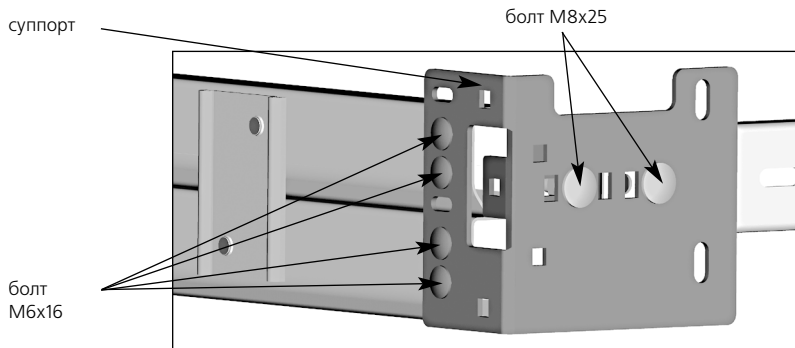

Рис. 19. Установка перемычки
- 3) Собрать боковые узлы крепления перемычки, для чего внутрь перемычки установить кронштейны мерной планки, снаружи перемычки установить суппорты. Детали закрепить между собой болтами М8х25 с полукруглой головкой и гайками с буртиком (рис. 19).